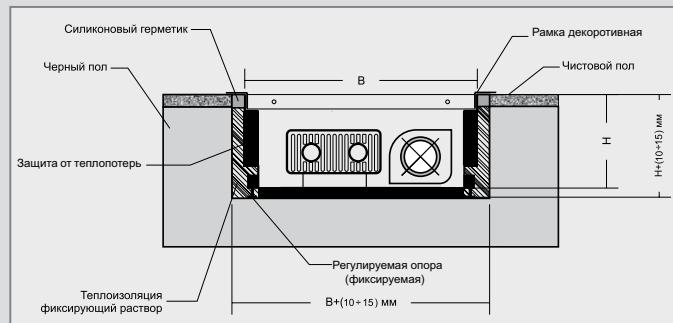

Рис.2
- По желанию заказчика возможна комплектация прибора регулируемыми опорами фиксируемыми к полу ниши (рис.2).